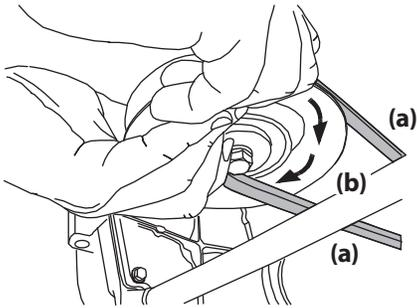

Figure 4-12
- d. Maintenez la courroie de la prise de force (a) vers le bas et continuez de tourner la poulie de la prise de force (b) jusqu'à ce que la courroie de la prise de force (a) soit complètement dégagée de la poulie de la prise de force (b). Voir Figure 4-12.
11. Tirez sur le côté droit de la courroie et placez le côté plus étroit en forme de « V » de la courroie dans la poulie de la prise de force. Voir Figure 4-12.
12. Tenez la courroie de la prise de force et la poulie de la prise de force, puis faites pivoter la poulie de la prise de force vers la gauche. Voir Figure 4-12. Continuez à tenir et à faire pivoter la poulie et la courroie jusqu'à ce que la courroie soit complètement enroulée autour de la poulie de la prise de force.